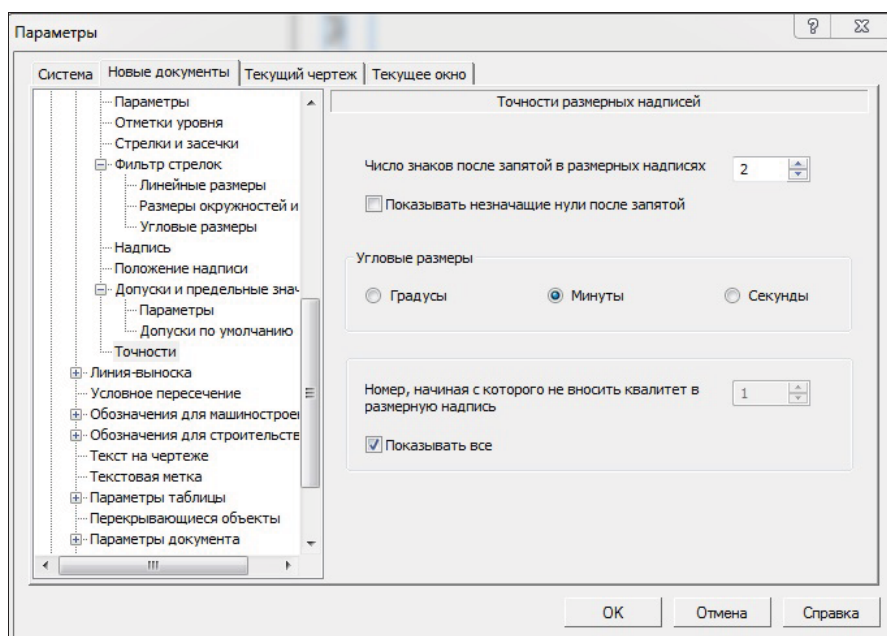

Рис. 17.24. Диалоговое окно **Параметры** с открытой панелью **Точности размерных надписей**
- щелкните ЛК мыши по пункту **Точности**. В правой части на панели **Точности размерных надписей** (рис. 17.24) проводится настройка параметров отображения значений размеров в размерных надписях для графических документов. Эта панель позволяет установить следующие параметры формирования размеров: